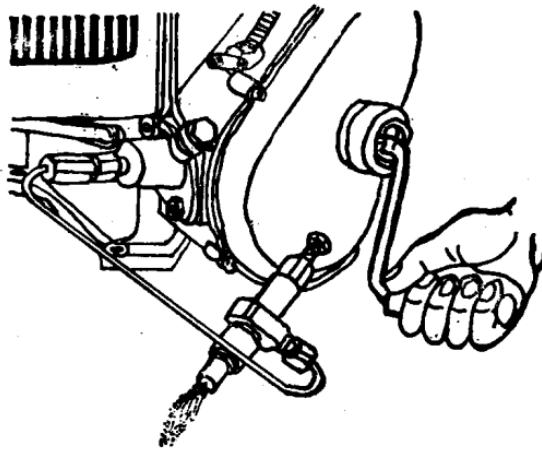

图1-1 检查喷油嘴的喷油质量
**4.500小时保养** 除完成100小时保养项目外，还需清洗油箱、油箱开关、甩油圈和曲轴连杆颈上的润滑油孔；清洗喷油嘴，疏通喷孔；清除阀体上的积炭，并检查喷油嘴的喷油质量，喷油应呈雾状，无滴油现象，见图1-1；检查气门与气门座的密封性，刮去气门和气缸盖上的积炭，必要时研磨气门；刮除气缸套和活塞环上的积炭，检查活塞环的开口间隙，如超过最大许用值，应更换新环。